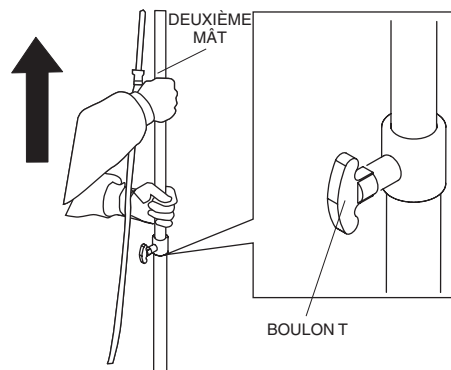

Figure 18. Soulever le deuxième mât
1. Soulever le deuxième mât à la hauteur souhaitée et bien serrer le boulon en T. Voir Figure 18.